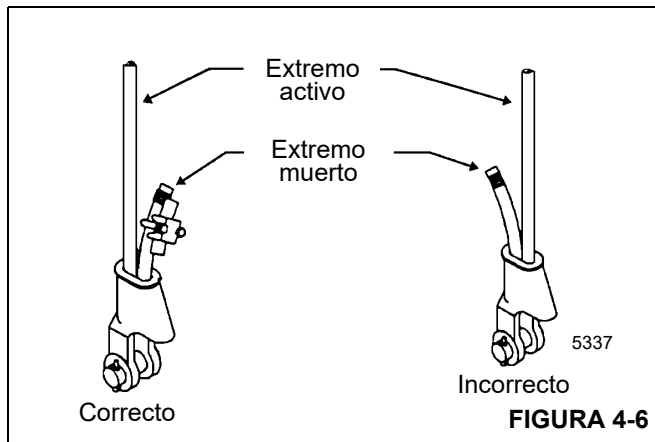

FIGURA 4-6
3. Verifique que el extremo activo de carga del cable (Figura 4-6) quede directamente en línea con las orejetas del receptáculo y con la dirección de la tracción que se aplicará al cable. Si el cable se instala de modo incorrecto en el receptáculo, se producirá un doblez en el punto que el cable sale del receptáculo, y el borde del receptáculo desgastará el cable, causándole daños y la falla eventual del mismo.